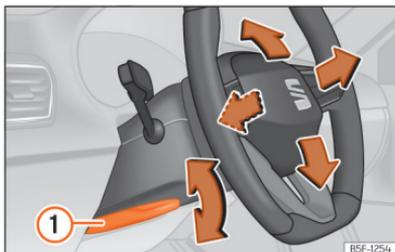

Fig. 62 Alavanca na parte inferior do lado esquerdo da coluna de direção
- Puxe a alavanca >>> Fig. 62 ① para baixo, mova o volante até à posição desejada e volte a subir a alavanca até ao ponto de fecho.
- Após ajustar a coluna da direção, empurre firmemente a alavanca >>> Fig. 62 ① para cima para que o volante não mude de posição acidentalmente durante o andamento.